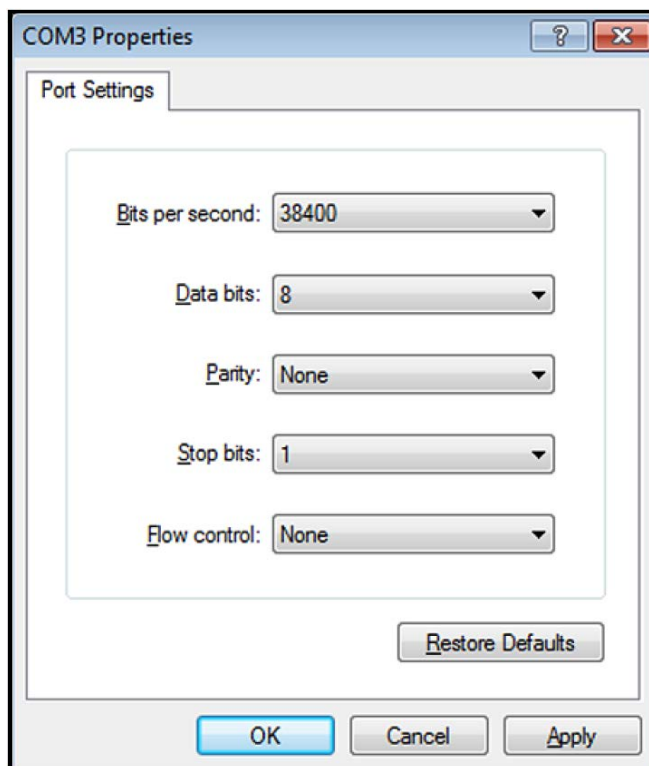

Рис. 8: Окно COM Properties (свойства COM-порта)
2. Запустите программу *HyperTerminal* и установите параметры связи в соответствии с установками для COM-порта и RS232 расходомера PT878 (см. *рис. 8* ниже).